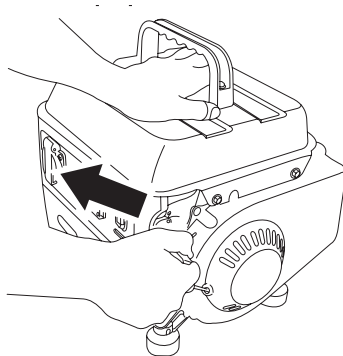

Рис. 6
- Запустите двигатель. Будьте внимательны! При вытягивании шнура стартера шнур может создавать отдачу. Возьмитесь за ручку шнура стартера. Медленно потяните шнур до возникновения сопротивления со стороны двигателя. Не допуская возврата ручки обратного продолжайте быстро тянуть ручку на полный взмах руки. Медленно (с натягом шнура) верните ручку в начальное положение (рис. 6).